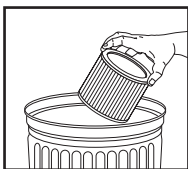

FIGURE 17
23. Pour nettoyer la cartouche filtrante, secouez ou brossez l'excédent de saleté. **FIGURE 17.**